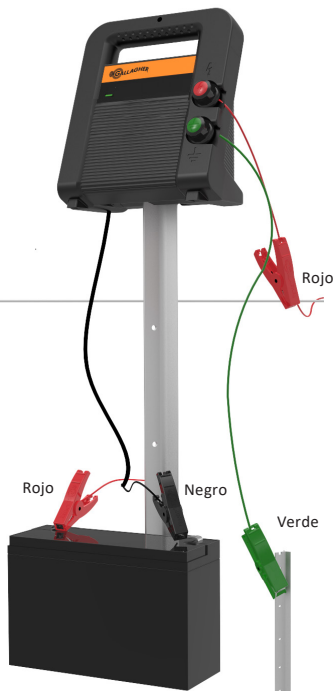

Figura 7
- Conecte el terminal verde a la estaca de tierra que se encuentra al menos 1 m (3 pies) dentro de la tierra (Figura 7).